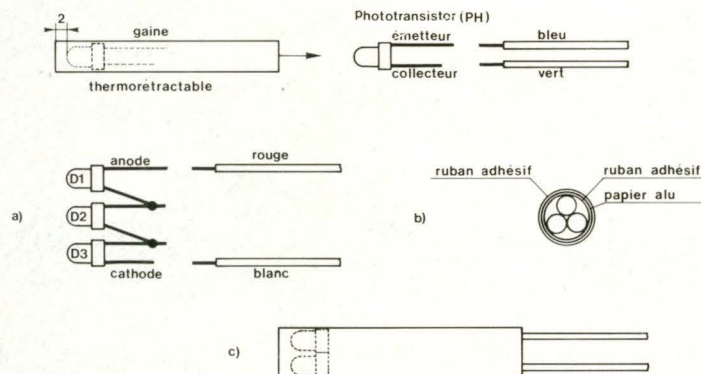

Fig. 7 : Montage des capteurs.
A. Montage du phototransistor (fig. 7).